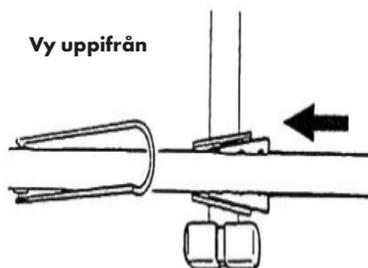

Bild 26
- För in de koniska plattorna på tvärrmarna i de koniska spåren på vaggan enligt fig. 26.